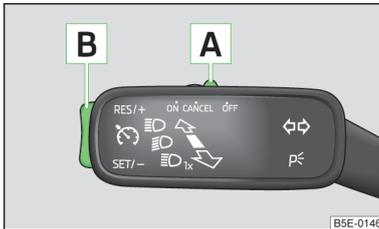

Abb. 111
- Den Schalter **A** » Abb. 111 in Stellung **ON** drücken.
- Die Wippe **B** » Abb. 111 auf Seite 125 in der Position **RES** drücken.
Die gespeicherte Geschwindigkeit kann durch Drücken der Wippe **B** » Abb. 111 auf Seite 125 in der Position **SET** verringert werden.
Die Geschwindigkeitsregelanlage wird **vorübergehend abgeschaltet**, indem der Schalter **A** » Abb. 111 auf Seite 125 in die gefederte Position **CANCEL** bzw. das Bremspedal gedrückt wird.
- Den Schalter **A** » Abb. 111 auf Seite 125 nach rechts in Stellung **OFF** drücken.